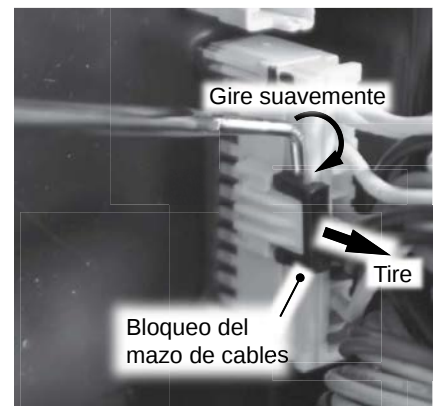

Figura 54 - Retiro del bloqueo del mazo de cables negro.
- 18** En el punto de conexión I, use un pico de junta tórica para aplicar presión en el punto que se muestra en la Figura 54 mientras saca el mazo de cables de la placa. Retire el "retén" y déjelo a un lado en un lugar seguro para volver a instalarlo.